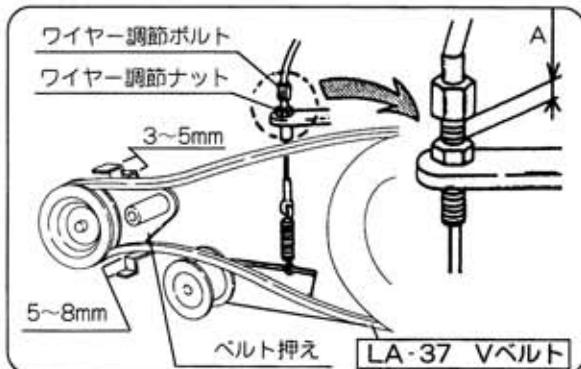

図32
- ① ワイヤー調節ナットを緩めてください。(図32)
- ② ワイヤー調節ボルトを上にしてA寸法を長くしてください。(図32)